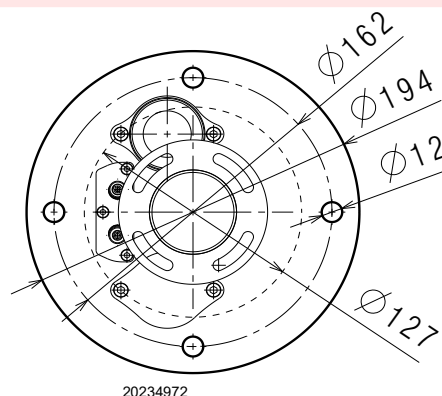

Fig. 5
** Versione con flangia (Fig. 5 a pag. 10)
Forare la piastra di chiusura della camera di combustione come in Fig. 5.